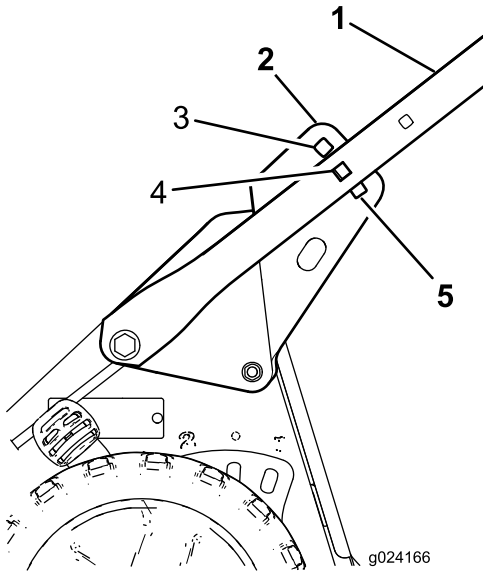

Figure 4
- Tenez-vous derrière la machine à la position d'utilisation pour déterminer la hauteur du guidon qui vous convient le mieux (Figure 4).